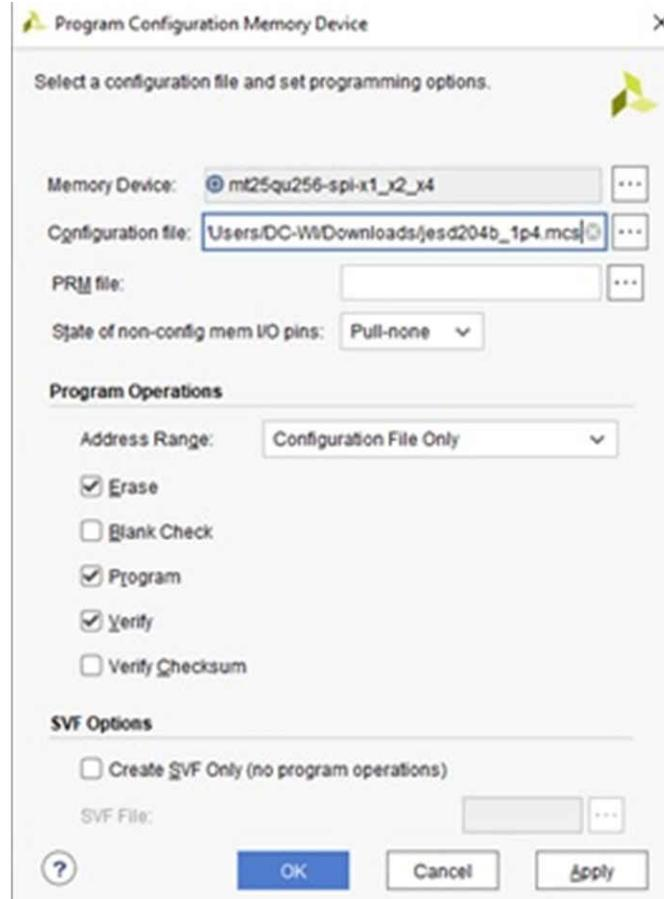

图 3-3. 配置文件
8. 在 J35 = 1 - 2 的情况下，打开要加载的新“xx.mcs”文件，并在编程中检查以下设置。完成后，点击 **OK** 按钮。图 3-3 展示了要加载的配置文件。